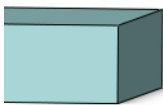
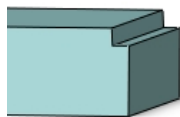

图 4-89 无凹槽
图 4-90 有凹槽
(5) **【跳过缝隙】**：在出现零件的筋与边壁相连这类情况时，使用相连的几何体。从模型中移除材料后形成凹槽，无凹槽和有凹槽的效果如图 4-89 和图 4-90 所示。